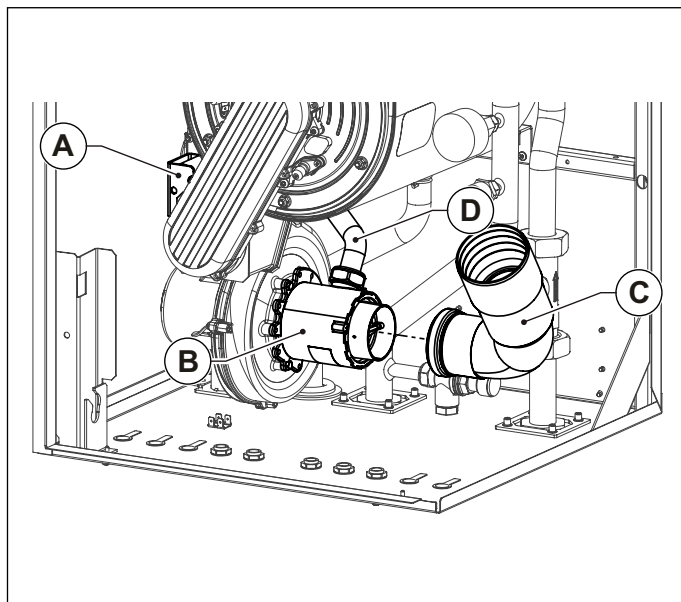

Fig. 34 Silenciador de aspiração
- Remova o silenciador de exaustão **C** retirando-o do misturador (apenas KR 85) (veja Fig. 34 Silenciador de aspiração).
- Desligue o tubo do gás **D** do misturador **B** (veja Fig. 34 Silenciador de aspiração).
- Ligue o tubo do gás **D** ao misturador (veja Fig. 34 Silenciador de aspiração).